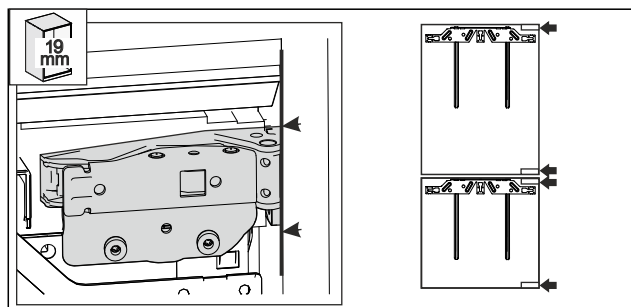

Fig. 54 *
- Stěna nábytku o tloušťce 19 mm: přední hrana závěsů je zarovnána s přední stranou boční stěny nábytku. Fig. 54 ()